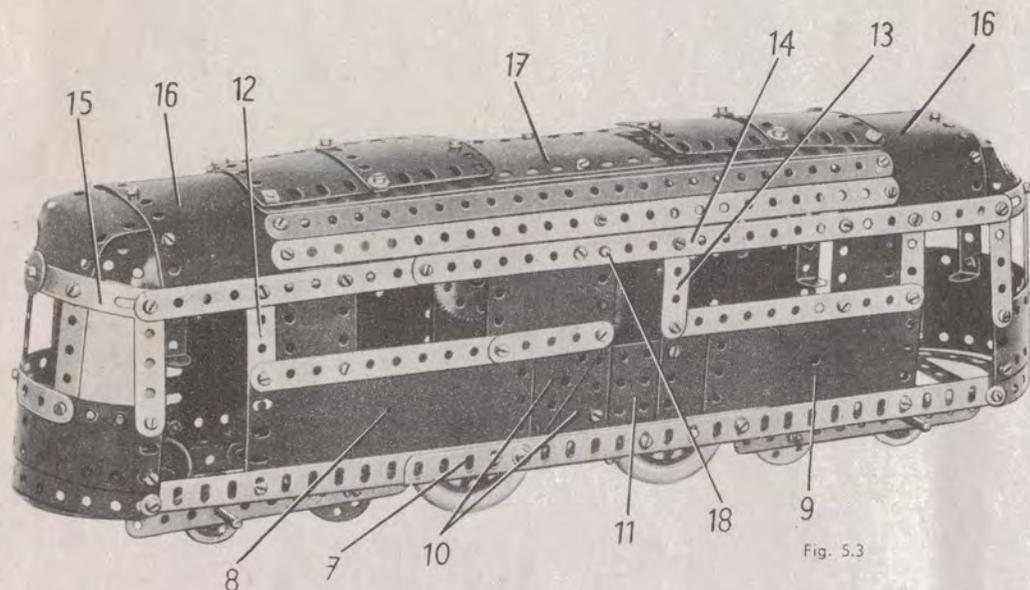

Fig. 5.3
Le côté qui apparaît sur la figure 5.3 est fixé sur un longon (7) formé, comme le (1) par deux cornières de 25 trous se recouvrant sur 15 trous. Ce côté est recouvert par une plaque flexible de 14x6 cm. (8) la moitié d'une plaque à charnière (9), deux plaques flexibles triangulaires de 6x5 cm. (10) et une plaque à rebords de 6x4 cm. (11). Le côté est prolongé vers le haut par deux bandes coudées de 60x12 mm. (12), une bande de 5 trous (13), deux plaques flexibles de 6x4 cm. et une de 6x6 cm. Les bords supérieurs des plaques sont renforcés par une bande (14) formée d'une bande de 25 trous et d'une de 11 trous. Les côtés une fois terminés sont réunis à chaque extrémité par une bande de 7 trous boulonnée sur les cornières (1) et (7).